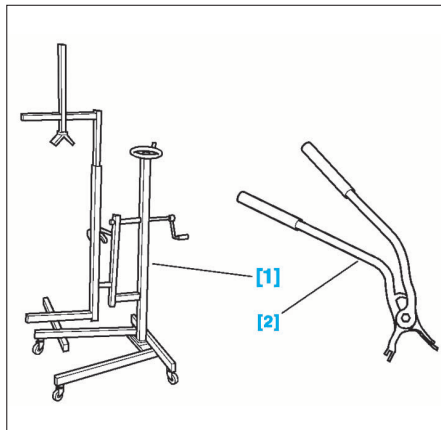

FIG. 35
- [1] Support de porte CELETTE(Fig.35).
- [2] Extracteur d'axe Ref.1355-B(Fig.35).